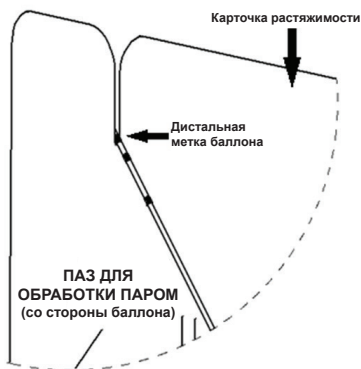

Рисунок 2 — прямая конфигурация
- Поместите дистальную метку баллона внутрь нижней части паза для обработки паром. (см. рисунок 2)